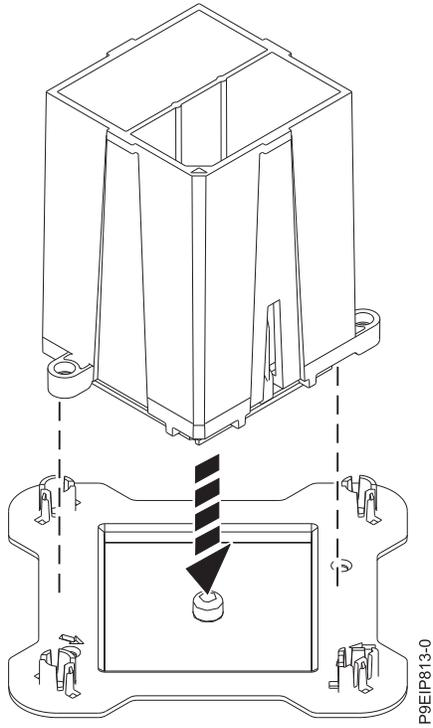

図 88. パッケージのトップ・カバーにシステム・プロセッサ・モジュールを斜めに置く
10. ツールの外側を持って、ツールとシステム・プロセッサ・モジュールをソケットから持ち上げます。それらをシステム・プロセッサ・モジュール・パッケージのトップ・カバーに斜めに置きます ( 83 ページの図 88 を参照)。システム・プロセッサ・モジュールのパッケージを、システム・プロセッサ・モジュールのトップ・カバーに斜めに据え付けると、システム・プロセッサ・モジュールの再取り付け後に、持ち上げてパッケージに入れやすくなります。